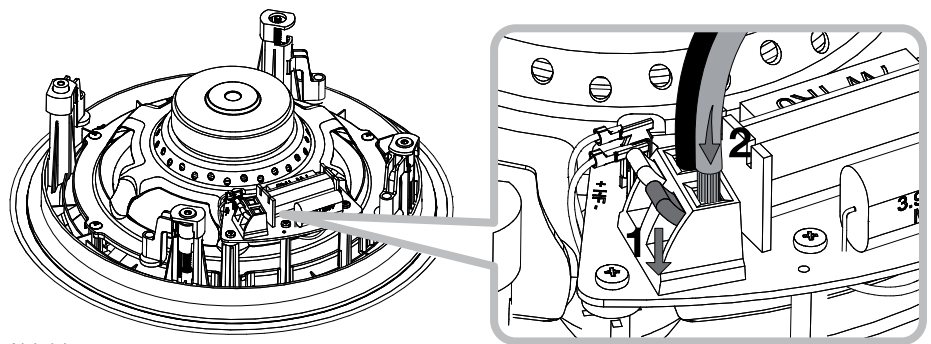

Abbildung 3
**4.3** Schließen Sie nun das Lautsprecherkabel an die Anschlussklemmen an der Seite der Schallwand an. Achten Sie beim Anschließen auf die korrekte Polarität. Stellen Sie sicher, dass die positive Anschlussklemme am Verstärker mit der roten Klemme am Rahmen verbunden wird und die negative Anschlussklemme am Verstärker mit der schwarzen Klemme am Rahmen. Siehe Abbildung 3.